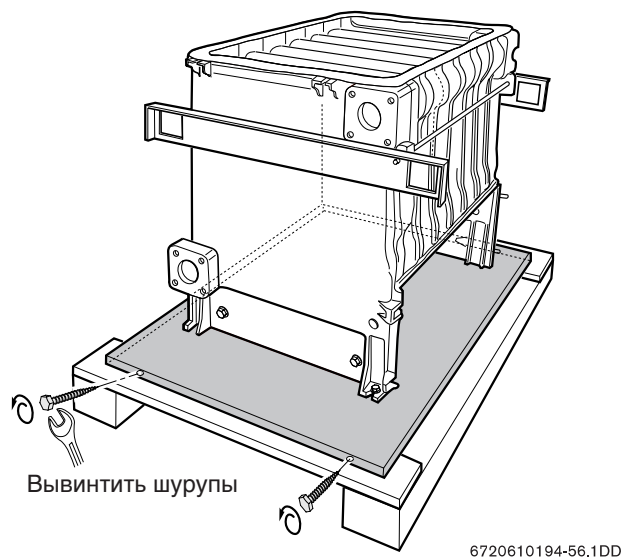

Рис. 27 Крепление KN 45...63-9...
- KN 45... 63-9... сбоку соединены болтами, см. рис. 27.
- ▶ Две несущие трубы протолкнуть через проемы (19) в траверсы и поднять блок секций с основанием с паллеты.